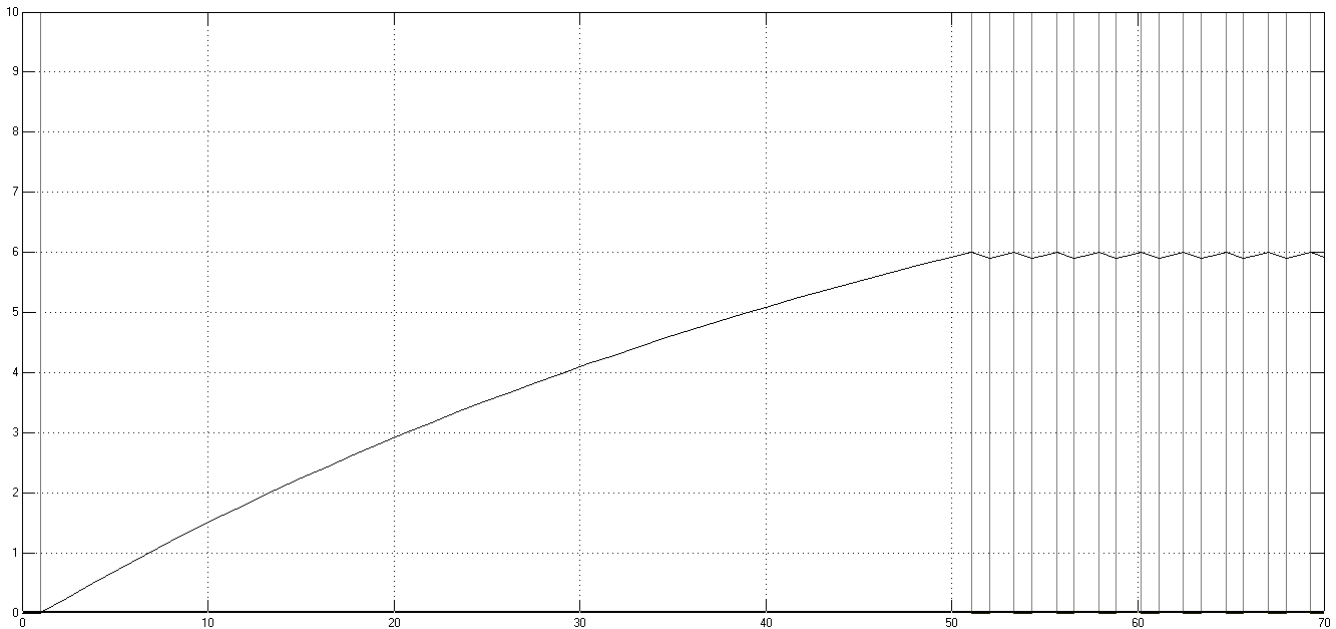

Figura 8.5. Gráficas de "Scope1": Salida del controlador y salida de la planta en voltios.
5. Cambie el tiempo de simulación a 70.0 s y simule el sistema, si ha hecho todo correctamente deberá ver en "Scope1" las gráficas que se muestra en la Figura 8.5 ( Presione el icono  para ver mejor las gráficas).